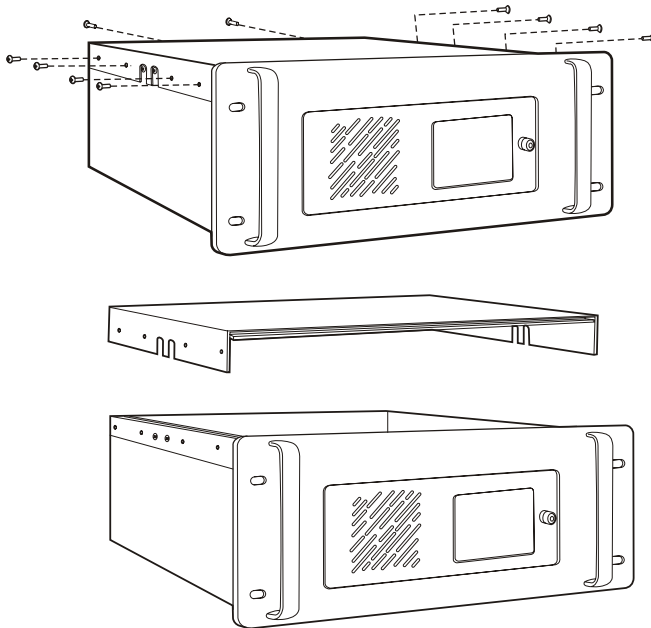

Figure 48. Retirer le couvercle supérieur du CC1
2. Retirez le couvercle supérieur du CC1. Reportez-vous à la Figure 48.